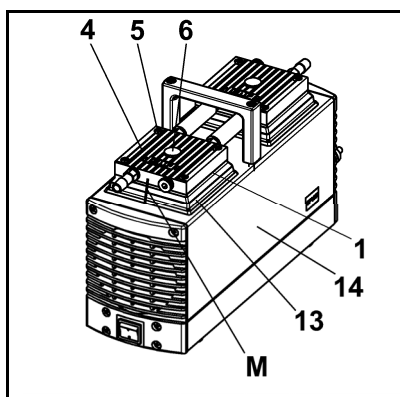

Fig. 12: Desmontar los cabezales de bomba
1. Colocar los dos cabezales de bomba, unidos entre sí por conexión (conexiones) neumática(s), sobre la carcasa según las marcas (M).
- i** Prestar atención a que la cubierta (fig. 12/13) quede apoyada en el cabezal de bomba y no quede aplastada. Para ello, pasar un destornillador pequeño con cuidado entre la cubierta (13) y el cabezal de bomba.
- i** Si la cubierta queda aplastada entre la placa intermedia(1) y la tapa de cabezal (4), la bomba no alcanzará la potencia neumática nominal.
2. Apretar los tornillos (5) en cruz en ambos cabezales de bomba manualmente (par de apriete: 3 Nm).